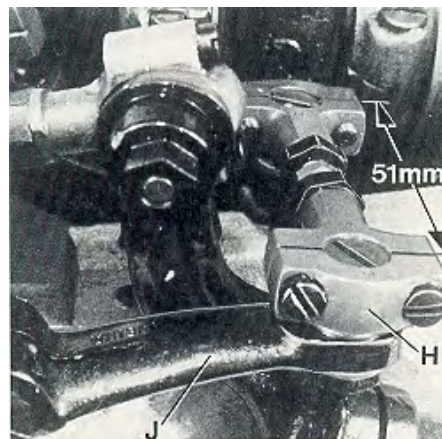
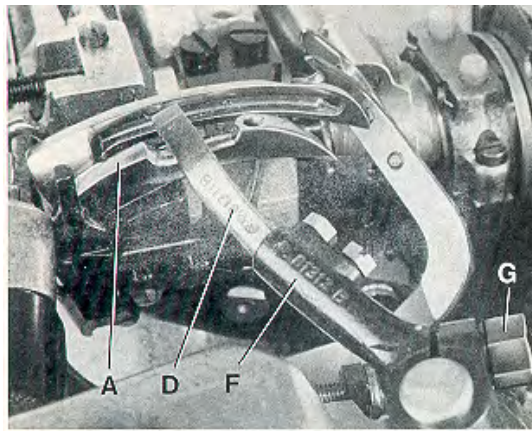
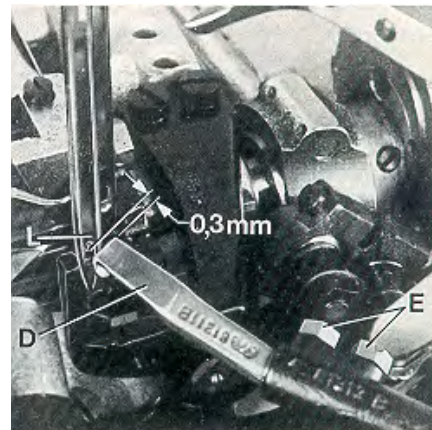

Fig.13
Fig.14
Fig.15
The distance (set at the factory) from center to center of the two ball joints driving the cross looper should be 51 mm (2") (see Fig. 13).
Basically the front ball joint (H, Fig. 13) should be positioned as far as it will go to the left in the fastening slot of the cross looper drive lever (J).
When rotating the handwheel in operating direction cross looper (D, Fig. 14) should swing as close as possible in the recess behind the eye over the double locked stitch looper (A) without contacting it.
At the left end of its swing motion cross looper (D, Fig. 15) must be positioned so that the left needle (L) securely stitches into the thread loop hanging around the hook of cross looper (D). In front of the left needle the cross looper should pass in a distance of 0.3 mm (.012") (see Fig. 15).
Der Abstand (im Werk eingestellt) von Mitte zu Mitte zwischen den beiden Kugelgelenken zum Antrieb des Quergreifers muß 51 mm betragen (siehe Fig. 13).
Standardmäßig soll das vordere Kugelgelenk (H, Fig. 13) so weit wie möglich nach links im Befestigungslangloch des Quergreifer-Antriebshebels (J) gestellt werden.
Beim Drehen des Handrades in Nährichtung soll der Quergreifer (D, Fig. 14) so dicht wie möglich in der Aussparung hinter dem Ohr über den Doppelkettenstichgreifer (A) schwenken, ohne diesen zu berühren.
Am linken Ende seiner Schwenkbewegung muß der Quergreifer (D, Fig. 15) so stehen, daß die linke Nadel (L) sicher in die um den Haken des Quergreifers (D) hängende Fadenschleife einsticht. Vor der linken Nadel soll der Quergreifer in einem Abstand von 0,3 mm vorbeischnellen (siehe Fig. 15). Prüfen Sie dies wie folgt:
After loosening the two screws (E, Fig. 15) the 0.3 mm (.012") distance to the left needle is adjustable. Retighten screws on the flat of the cross looper shank. After loosening clamp screw (G, Fig. 14) cross looper lever (F) can be raised or lowered for setting the height of cross looper (D) with respect to the double locked stitch looper (A) and it can be tilted to the right or left for adjusting the swing motion of the cross looper with respect to the left needle. Retighten clamp screw. If required the length of the path of the cross looper swing motion can be reduced by positioning ball joint (H, Fig. 13) to the right in the fastening slot of the cross looper drive lever (J).
Nach Lösen der beiden Schrauben (E, Fig. 15) kann der 0,3 mm Abstand zur linken Nadel eingestellt werden. Ziehen Sie die Schrauben wieder auf der Befestigungsfläche des Quergreifers fest. Nach Lösen der Klemmschraube (G, Fig. 14) kann der Quergreiferhebel (F) nach oben oder unten verschoben werden, um die Höhe des Quergreifers (D) zum Doppelkettenstichgreifer (A) einzustellen und nach rechts oder links geschwenkt werden, um die Schwenkbewegung des Quergreifers in Bezug zur linken Nadel einzustellen. Ziehen Sie die Klemmschraube wieder fest. Bei Bedarf kann der Schwenkweg des Quergreifers durch Versetzen des Kugelgelenks (H, Fig. 13) im Befestigungslangloch des Quergreifer-Antriebshebels (J) nach rechts verkleinert werden.